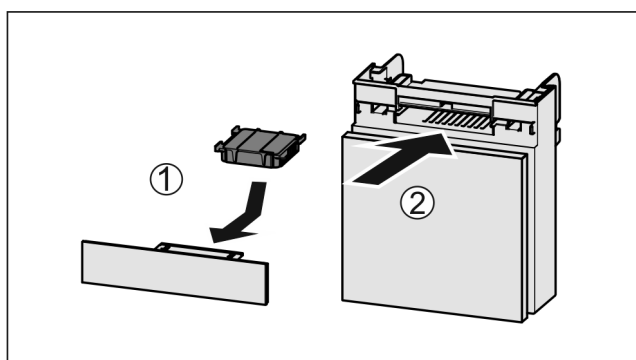

Fig. 234
- ▶ Filtr s aktivním uhlím vložte podle vyobrazení Fig. 234 (1).
- ▶ Zásuvku zasuňte Fig. 234 (2).